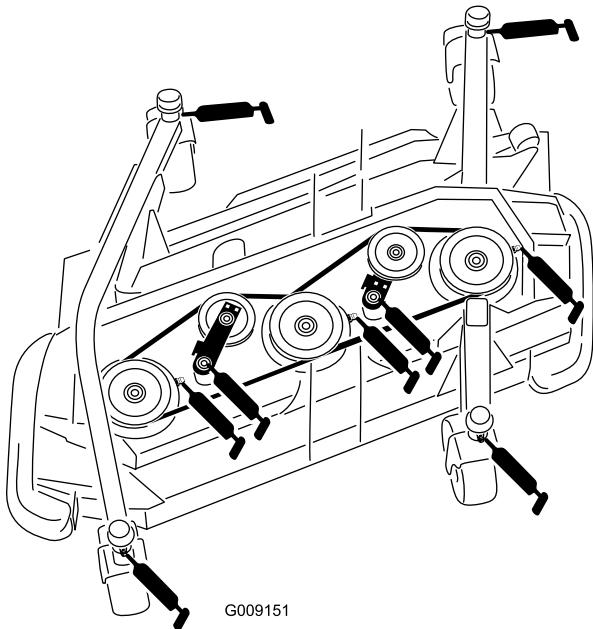

図 55
- キャスタフォークのシャフトのブッシュ (4ヶ所) (図 55)
- スピンドルシャフトのベアリング (各3ヶ所; スピンドルハウジングにある) (図 55)
- アイドラアームのピボットのブッシュ (2ヶ所; アイドラピボットのシャフトにある) (図 55)